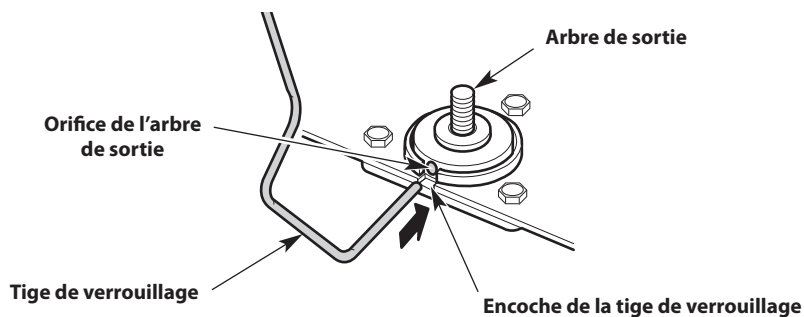

Fig. 16
- Alignez l'orifice de l'arbre de sortie avec l'encoche pour tige de verrouillage. Insérez la tige de verrouillage dans l'encoche pour tige de verrouillage, puis dans l'orifice de l'arbre de sortie (Fig. 16).